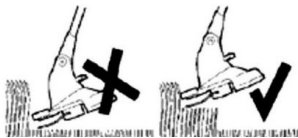

Рис.12
4. Если резать высокую траву небольшими участками, это значительно повысит эффективность использования триммера, поскольку будет сохраняться высокая скорость вращения. См.рис.12